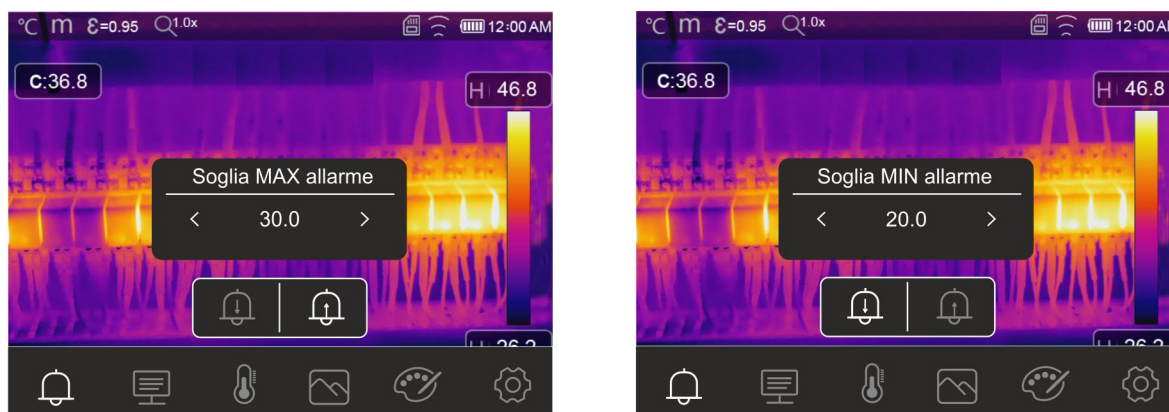

Fig. 44: Impostazione soglie limite su allarmi
3. Toccare l'icona "🔔" per definire il valore di soglia **superiore** associato all'allarme. La videata di Fig. 44 – parte sinistra è mostrata a display
5. Toccare l'icona "🔔" per definire il valore di soglia **inferiore** associato all'allarme. La videata di Fig. 44 – parte destra è mostrata a display